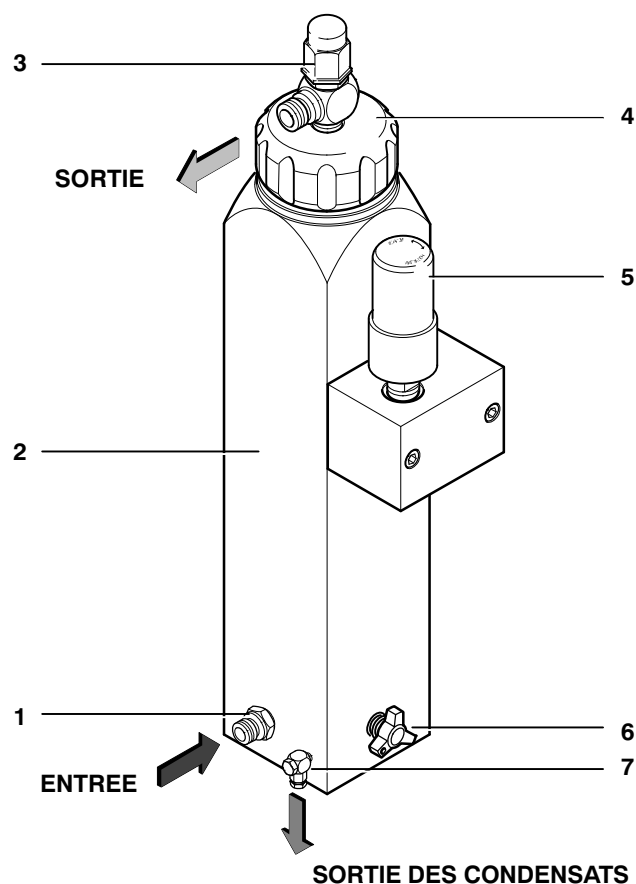

Fig. 19 Système de filtration P11
À la sortie du dernier étage du bloc compresseur, l'air comprimé est refroidi, dans le refroidisseur final, à environ 10 - 15°C au-dessus de la température ambiante, enfin il entre dans le système de filtration **P11** avec cartouche longue durée **TRIPLEX** (Fig. 19). Le système de filtration se compose d'un séparateur et d'une cartouche. Les parties liquides d'eau et d'huile sont séparées de manière sûre dans le séparateur à l'aide d'un tube gicleur.
Eliminer régulièrement les condensats du séparateur et de la chambre de cartouche en ouvrant lentement le robinet de purge des condensats (6, Fig. 19)
- Dévisser le couvercle (4, Fig. 19) du filtre à l'aide d'une tige Ø8 mm.